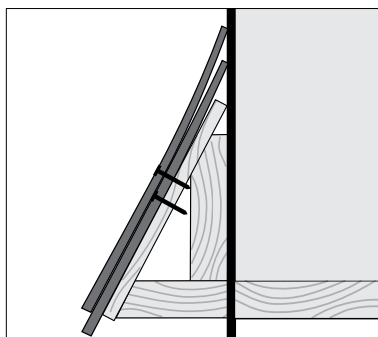

Figura 1
- La hilera de inicio tiene dos capas de tejas (*Ver la Figura 1*). Use tejas de largo completo (12") para la primera capa. La línea de desplazamiento de la hilera de inicio en la parte superior del panel se puede utilizar como guía para alinear la segunda capa para que se extienda 1/2" debajo de la primera.